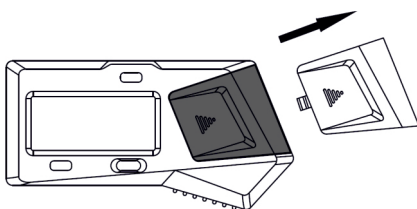

Abb. 1
- » Entfernen Sie den Batteriefachdeckel (Abb. 1).
- » Für einen flachen oder kugelförmigen Kontaktpunkt platzieren Sie die Tiefenmaßbrücke auf einer ebenen Fläche. Ziehen Sie die Millimeterskala vorsichtig, bis der Kontaktpunkt die Oberfläche berührt, und setzen Sie den Null-Anfangswert durch Halten der „SET“-Taste. Messen Sie dann die Tiefe A (siehe Abb. 1).